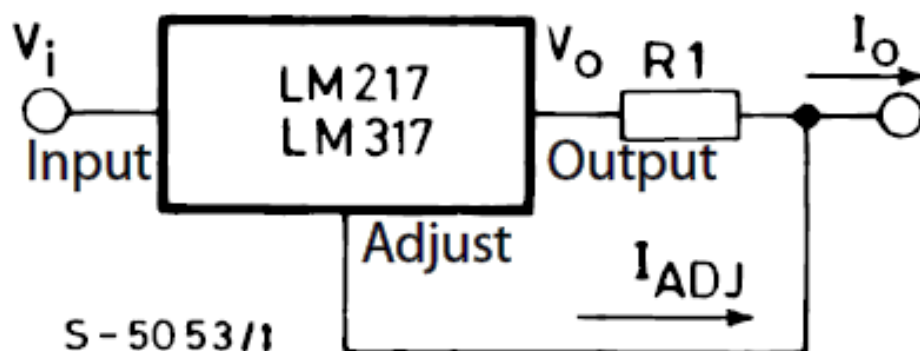

Рисунок 2. Стабилизатор тока **LM317T**
- Типовое включение микросхемы **LM317T** (LM317) в режиме стабилизации тока представлено на рис. 2 (спецификация производителя):